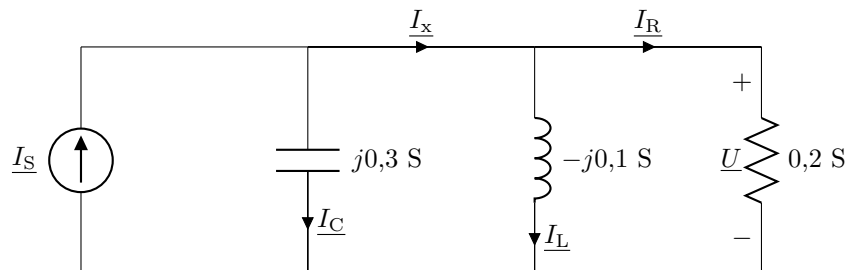

Figura 4.15: Circuito del problema 44.
44. Si  $\underline{U} = 10\angle 0^\circ$  V en el circuito de la figura 4.15, halla  $\underline{I}_R$ ,  $\underline{I}_L$ ,  $\underline{I}_C$  e  $\underline{I}_S$  y representa todas las magnitudes en un mismo diagrama fasorial. ¿Qué ángulo adelanta  $\underline{I}_S$  respecto a: a)  $\underline{I}_R$ ; b)  $\underline{I}_C$ ; c)  $\underline{I}_x$ ?